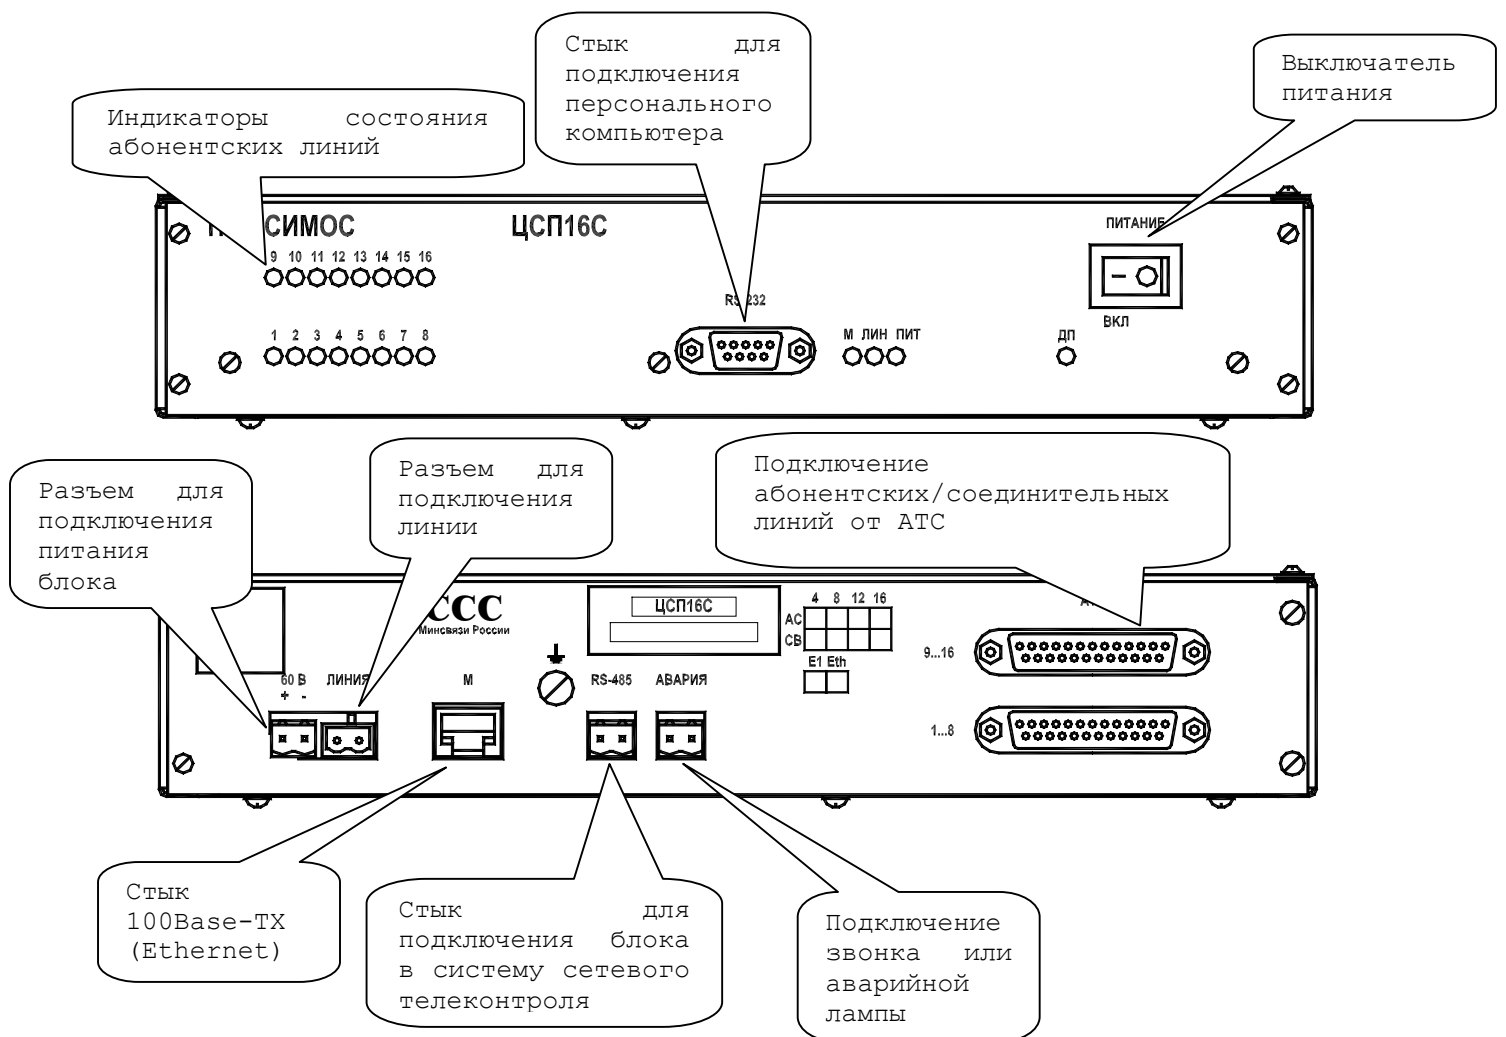
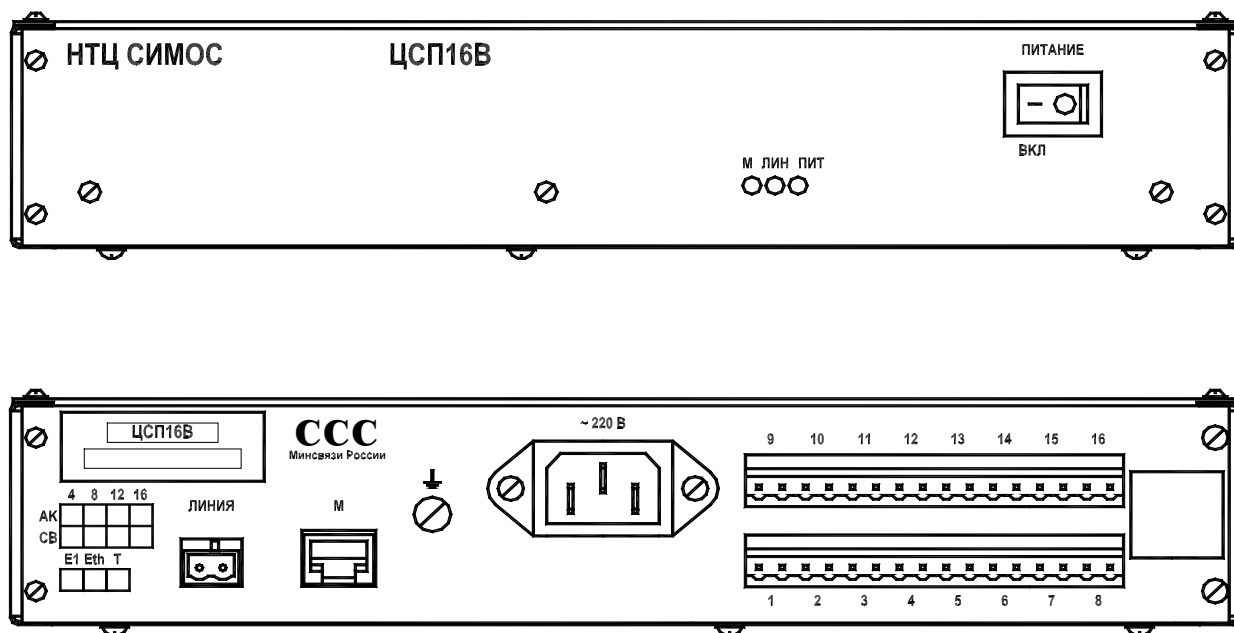
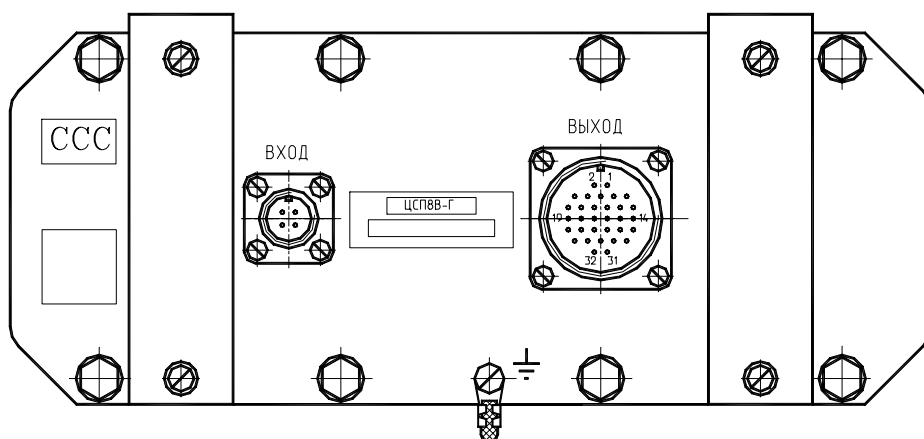

Рисунок 1 Блок ЦСП16С в корпусе 1U, передняя и задняя панели.
Рисунок 2. Блок ЦСП16С в корпусе 1U, передняя и задняя панели.
Рисунок 3. Блок ЦСП16В в герметичном корпусе.
- в корпусе 1U для установки в 19” шкаф, см. рисунок 1 и рисунок 2;
- в герметичном корпусе (только вынос), см. рисунок 3;
На лицевой панели блока ЦСП16С, см. рисунок 1 расположен выключатель питания Е1. Для подключения персонального компьютера имеется стык RS-232С.
На лицевой панели блока ЦСП16В, см. рисунок 2, расположен выключатель питания от сети 220В. При дистанционном питании выносного блока данный выключатель не используется.
На лицевой панели блока ЦСП16С, см. рисунок 1, расположены следующие индикаторы:
На лицевой панели блоков ЦСП16С, ЦСП16В, см. рисунок 1, рисунок 2, расположены следующие индикаторы:
Корпуса блоков следует заземлить проводом сечением не менее 3 мм². Провод заземления соединяют с клеммой, расположенной на задней стенке корпуса 1U. Клемма помечена соответствующим знаком, см. рисунок 1, рисунок 2. Для исполнения в герметичном корпусе клемма заземления расположена на панели с разъемами, см. рисунок 3.